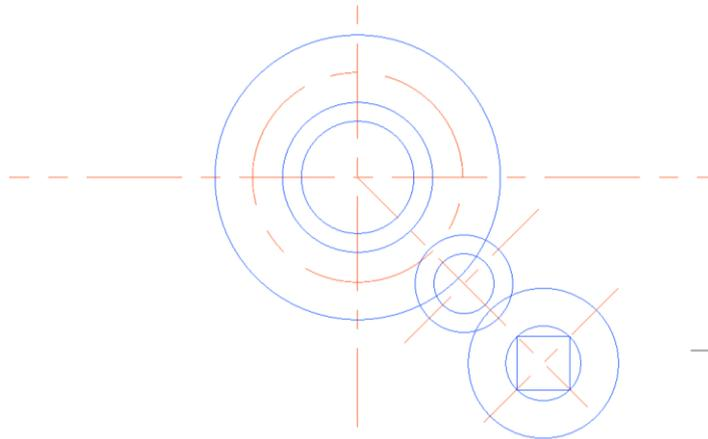

Рис. 2.11. Построение квадрата
**Центр**   **Центр** в точке **03** (рис. 2.11).
Двигая мышью, расположите квадрат, как показано на рис. 2.11. Для закрепления положения квадрата щёлкните по полю чертежа правой кнопкой мыши.